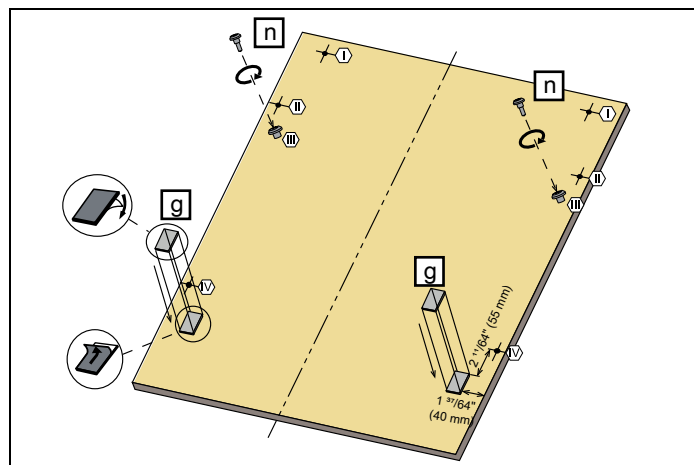

Fig. 25
- 3) Como se muestra en Fig. 25 , se instalan los tornillos $\varnothing$ 5/32" x 27/32" (4 mm x 21,5 mm) en las posiciones III.
- 4) Como se muestra en Fig. 25 , los listones de fijación de madera para puertas se instalan en las posiciones indicadas en la figura.